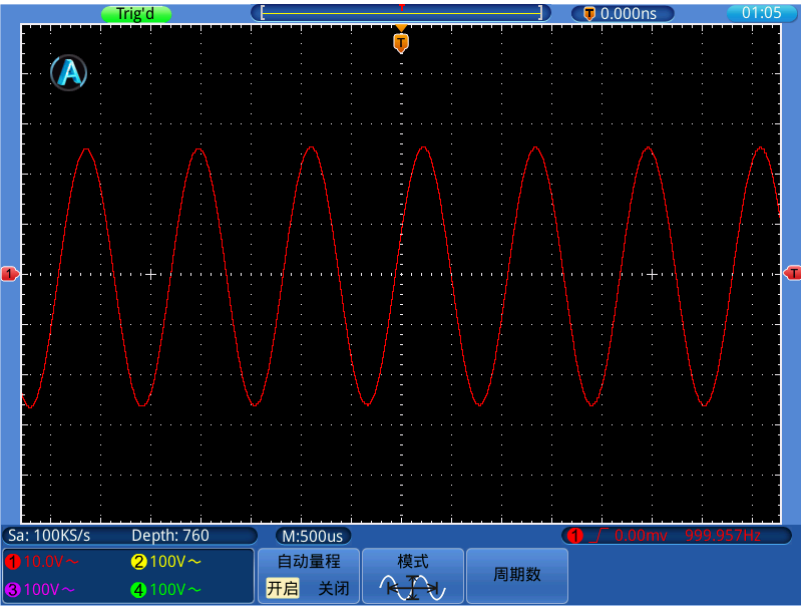

图 5-15：自动量程 水平/垂直模式多周期波形图
4. 选择 **周期数**，在右侧菜单中选择 。见图 5-15：